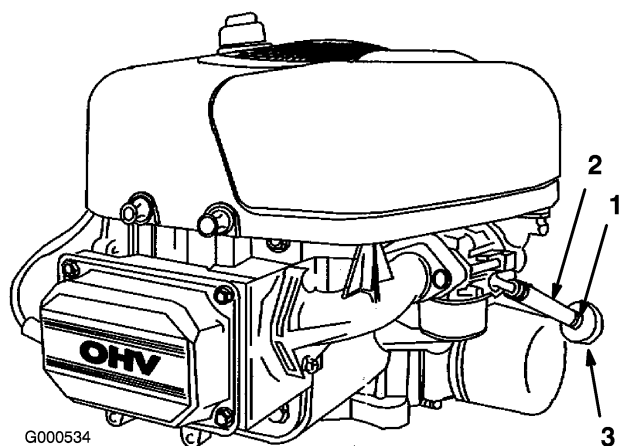

Bild 29
4. Drücken Sie die Enden der Schlauchklemmen zusammen und schieben Sie sie vom Filter weg (Bild 29).
6. Setzen Sie einen neuen Filter ein und schieben Sie die Schlauchklemmen an den Filter heran (Bild 29).